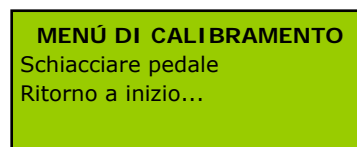

Figura 15.
- Retrocessione fino a posizione zero gradi, nel caso la macchina non si trova in posizione. In questa fase si visualizza nello schermo l'informazione indicata nella Figura 15.